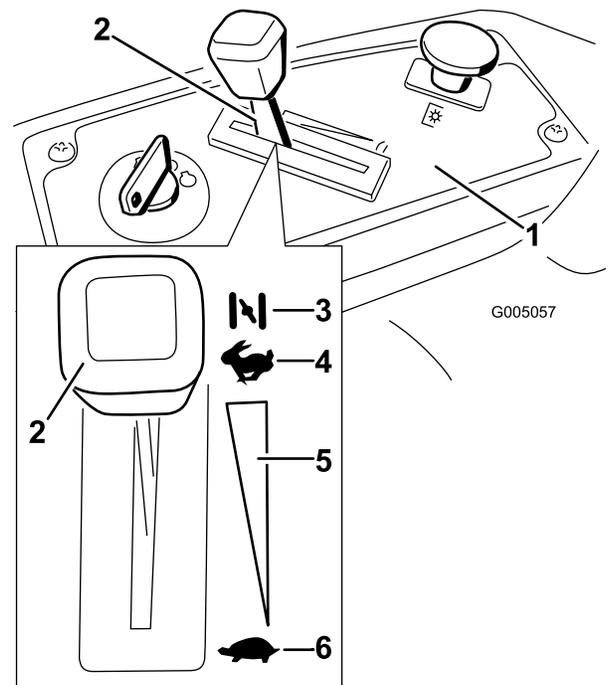

Figure 11
3. Placez la manette d'accélérateur en position Starter pour démarrer à froid (Figure 11).
5. Lorsque le moteur a démarré, amenez progressivement la manette d'accélérateur en position de Haut régime (Figure 11). Si le moteur cale ou hésite, ramenez la manette d'accélérateur en position de Starter pendant quelques secondes. Répétez l'opération si nécessaire.
3. Tournez la clé de contact à la position contact coupé (Figure 11) et retirez-la.